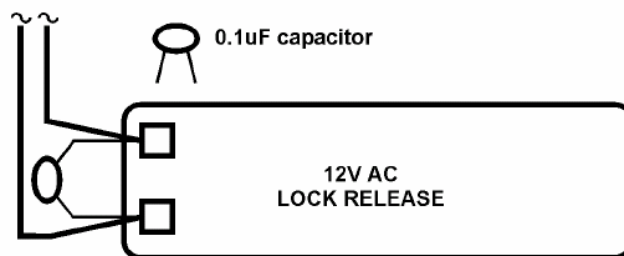

figure 2
- Si cette dernière est alimentée en alternatif un condensateur de 0.1 μ F. voir figure 2 (ce condensateur va filtrer les parasites pour atténuer le bruit. En cas de coupure de courant il protégera l'installation d'une décharge résiduelle de la bobine de la serrure).